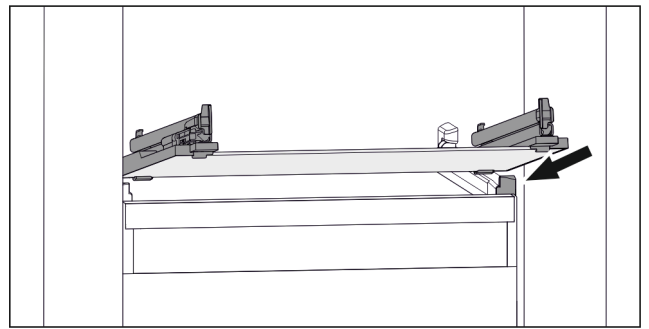

Fig. 140 Rappresentazione esemplificativa del ripiano in vetro
- ▶ Applicare il ripiano in vetro obliquamente dietro i fermi. (vedere Fig. 140)